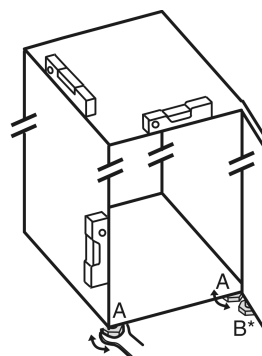

Fig. 9
- Развивайте регулируемите крачета Fig. 9 (A) с приложения гаечен ключ и с помощта на нивелир, докато уредът се изравни стабилно и хоризонтално.
- Развийте регулируемото краче Fig. 9 (B) на лагерната стойка с приложения гаечен ключ, докато то опре върху пода.
- Завъртете регулируемото краче Fig. 9 (B) с още 90°.